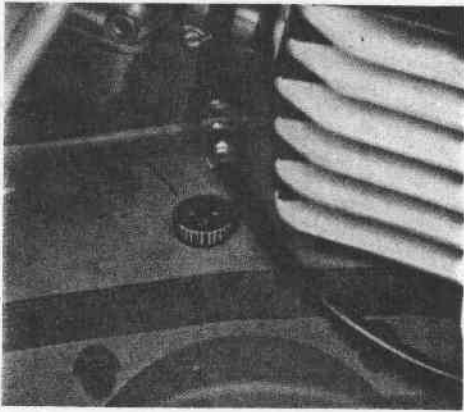

Fig. 8 - Tappo carico olio motore
- togliere il tappo di carico dell'olio posto sulla parte superiore destra del motore (Fig. 8)